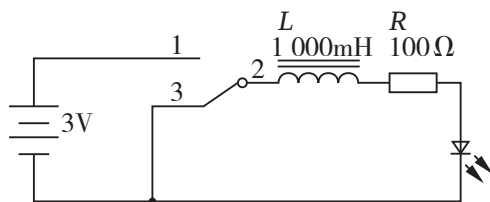

图2-13 电感器特性测试电路
1. 按图2-13所示连接电路，观察开关从位置3到位置1的瞬间：发光二极管开始不会立即发光，随后很快发光二极管就会发光，但只要开关一直保持在位置1的闭合状态，发光二极管就一直正常发光，这说明电感器可以让直流电通过。